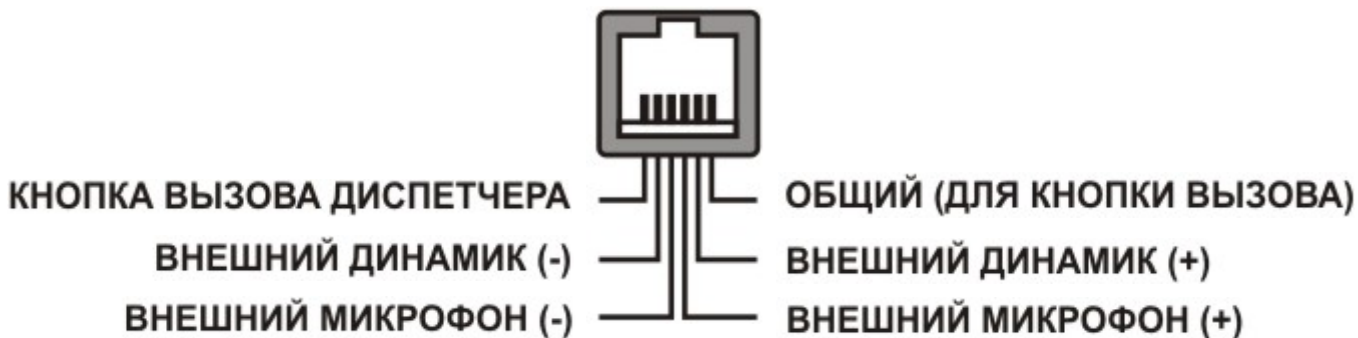

Рисунок 4 – Назначение контактов интерфейса громкой связи
(8) - разъем интерфейса громкой связи и кнопка вызова диспетчера, назначение контактов рисунок 4